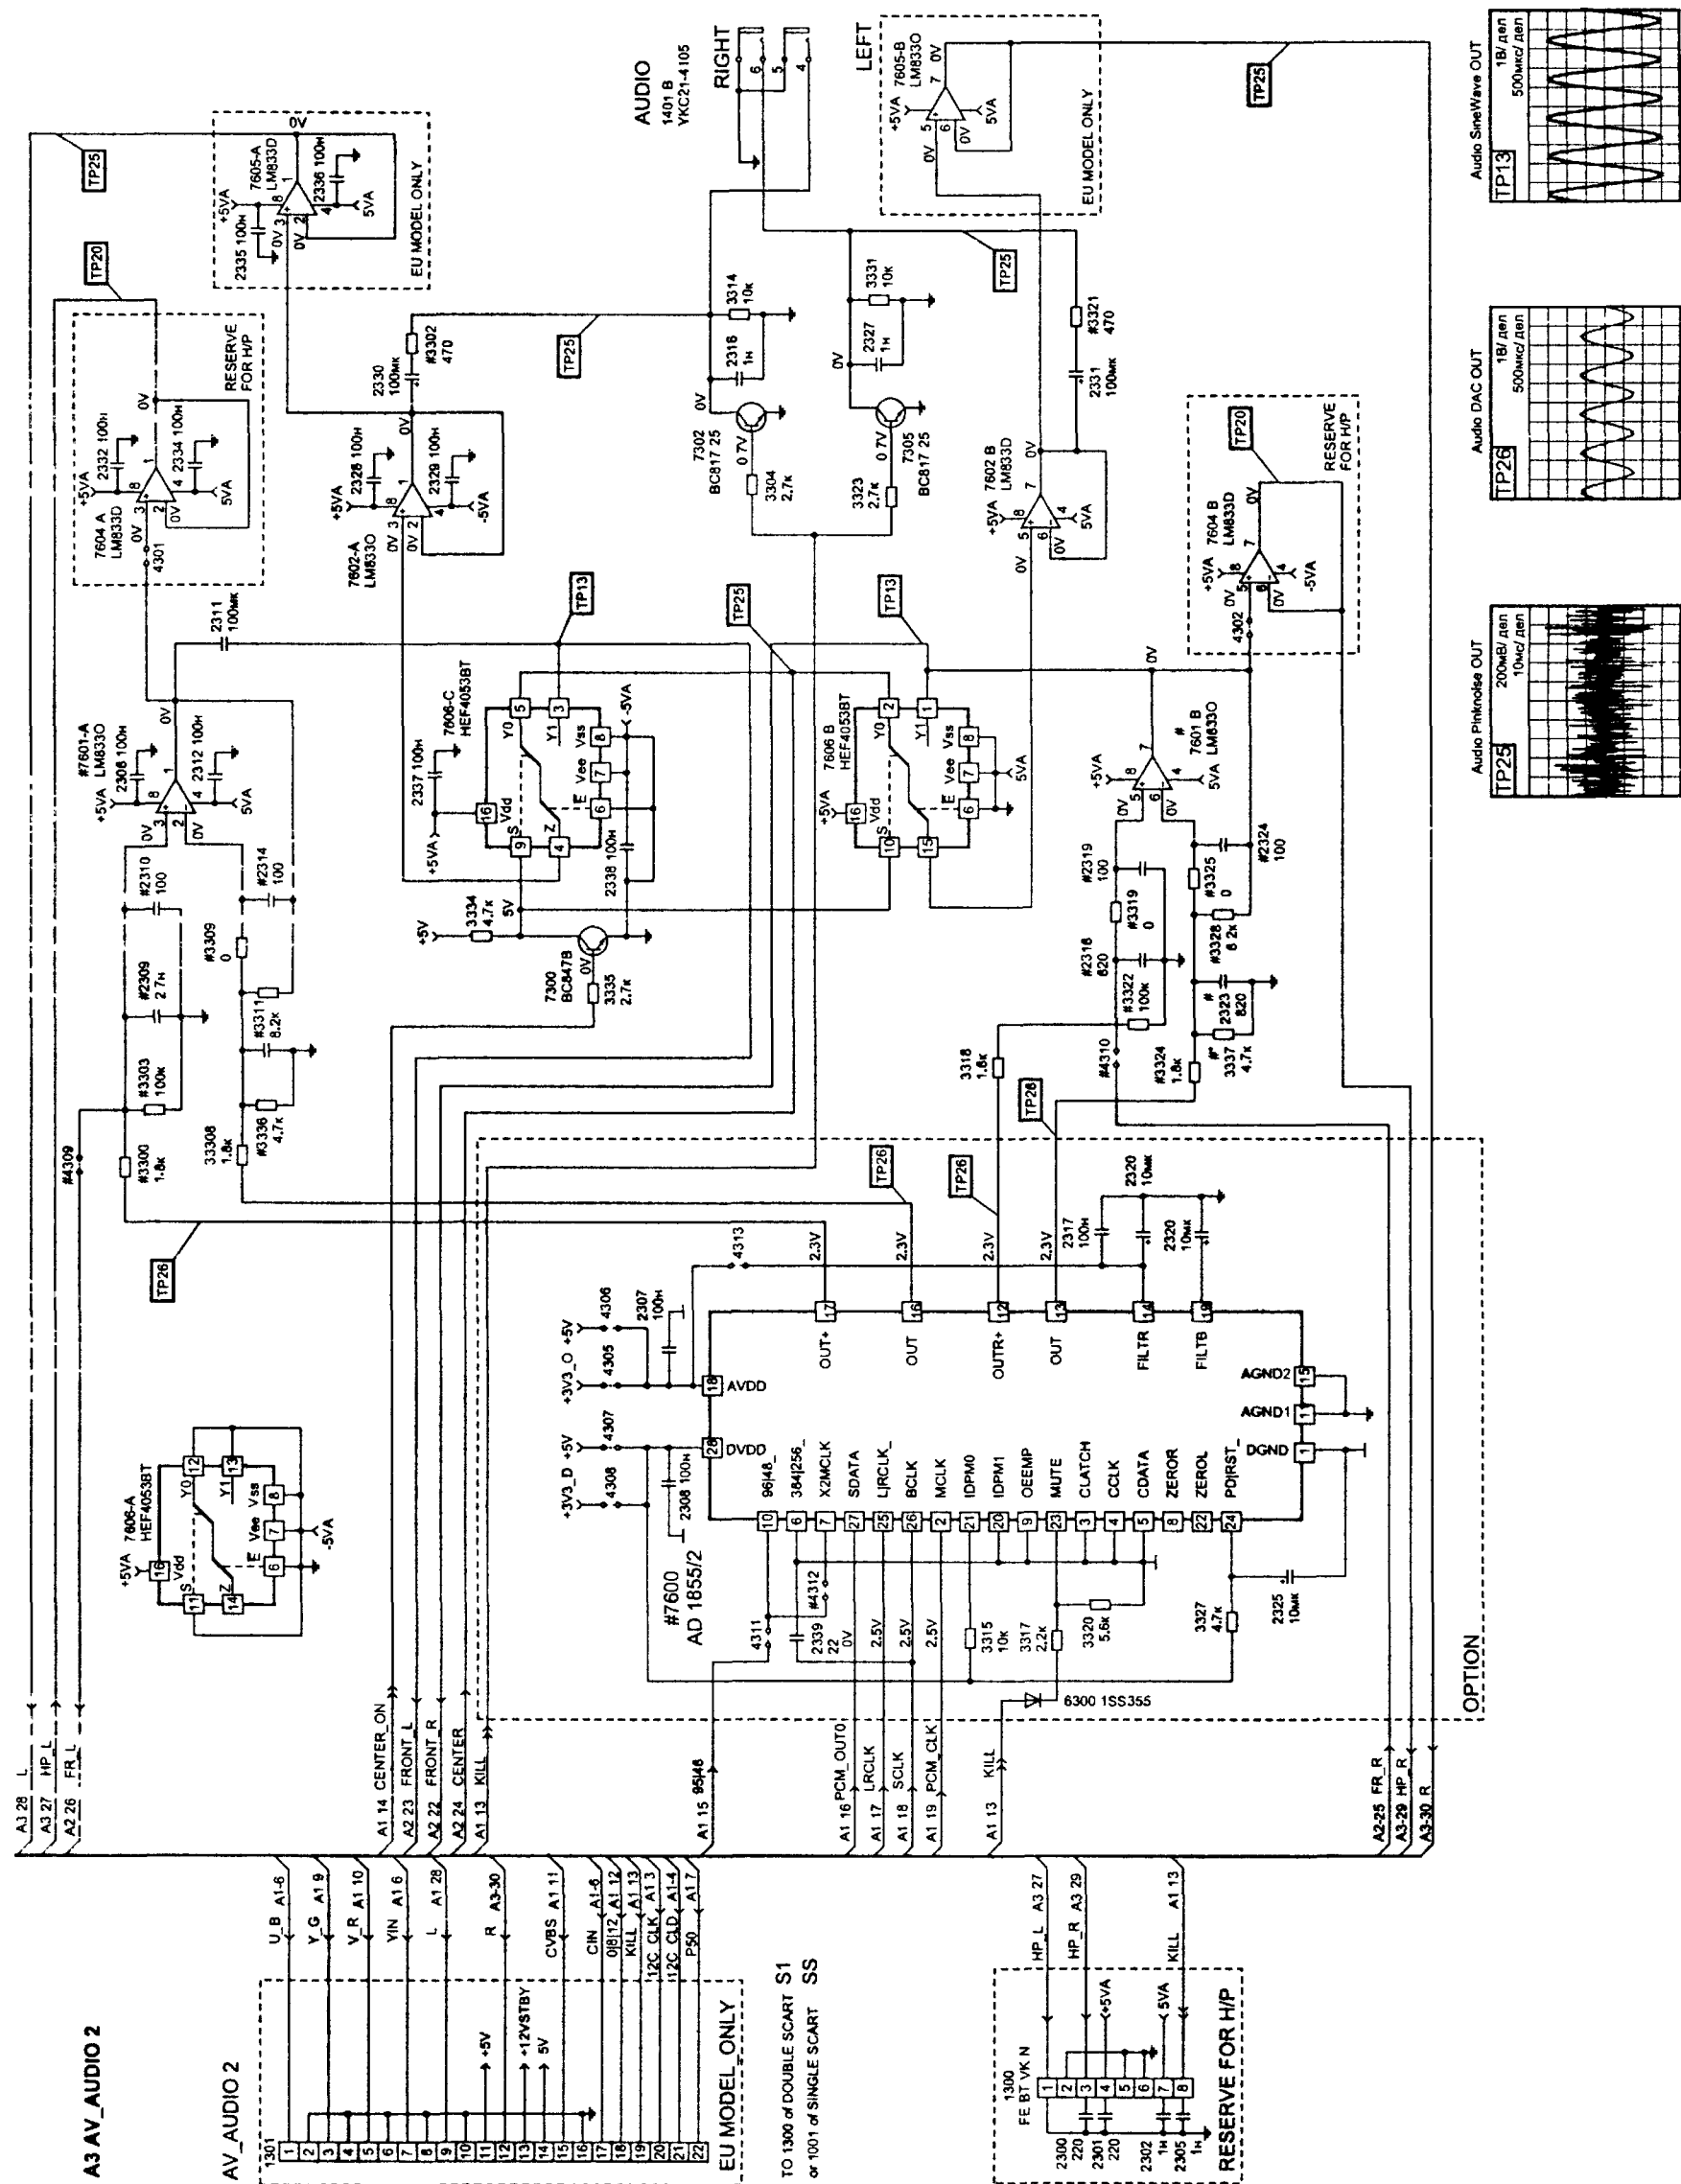

Рис. 5.12. Принципиальная схема узла A3 AV_AUDIO2
- A3 AV_AUDIO2 (рис. 5.12).
Узел A3 AV_AUDIO2 (рис. 5.12) не очень сложен, но крайне запутан, т. к. претерпел массу мелких модернизаций, каждую из которых производители решили отобразить на одной принципиальной схеме.